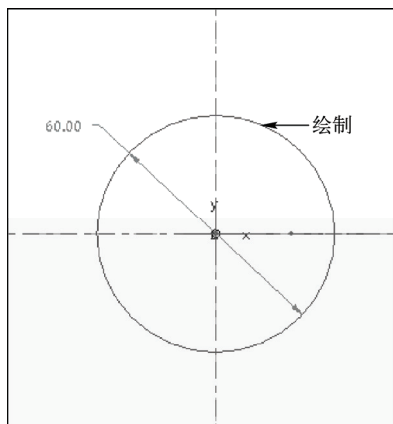

图 9-32 绘制草绘截面一
STEP 04 进入草绘环境，单击“草绘”选项卡中的相应按钮，绘制草绘截面，如图 9-32 所示。